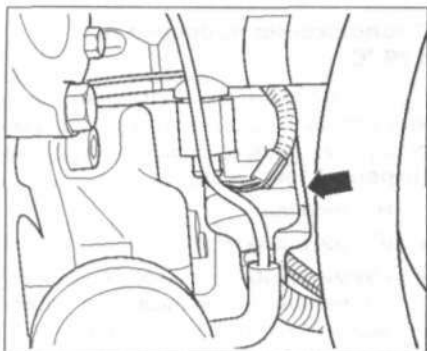

Рис. 4.38. Отсоедините трехконтактный разъем проводки от датчика частоты вращения коленчатого вала (стрелка).
1. Отсоедините трехконтактный разъем проводки от датчика частоты вращения коленчатого вала (стрелка) (на корпусе термостата) (рис. 4.38).